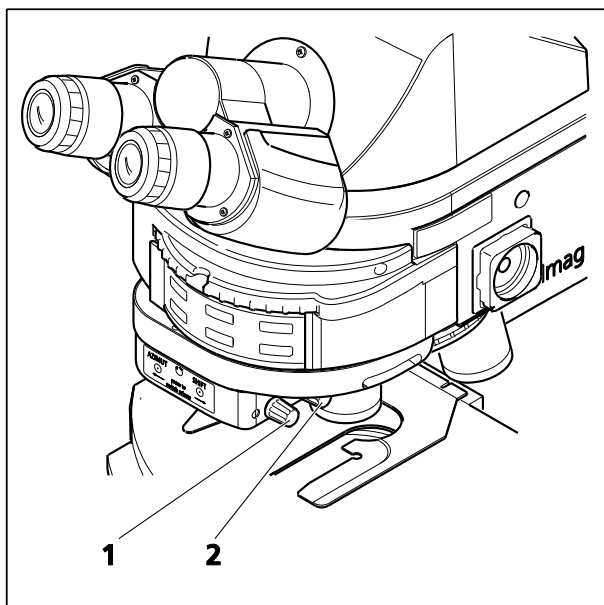

Fig. 208 Tourelle porte-modulateur motorisée à quatre positions pour DIC/TIC circulaire
- Sur la tourelle porte-modulateur, faire pivoter le prisme DIC approprié en **appuyant** sur le bouton (Fig. 208/1) pour faire pivoter la tourelle vers l'avant ou sur le bouton (Fig. 208/2) pour la faire pivoter vers l'arrière.
- Placer l'échantillon sur la platine, procéder à sa mise au point et tourner le bouton (Fig. 208/2 **SHIFT**) de manière à ce que l'élément à examiner soit visible avec un contraste maximum.
- Le contraste peut être optimisé en tournant le bouton (Fig. 208/1 - **AZIMUTH**) de la tourelle porte-modulateur.